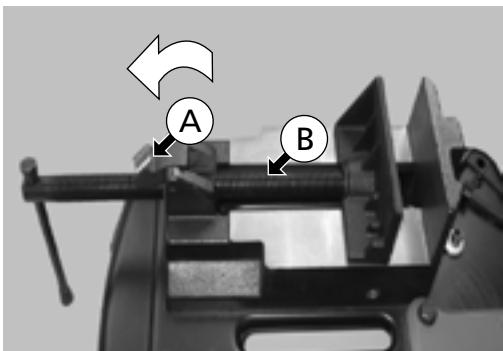

Fig. 15
- Levante e rode o parafuso (A) "meio passo de rosca" na direcção da seta - (Fig. 15).
Elementos da Fig. 15 - 18